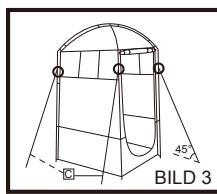

BILD 3
6. Knyt fast ena änden av tältlinorna <C> i de fyra hörnringarna på yttertältet <A>. (BILD 3)
7. Knyt fast den andra ändan av linan i tältspinnarna <D> och fäst tältspinnarna genom att sticka ner dem <D> i marken. (BILD 3)